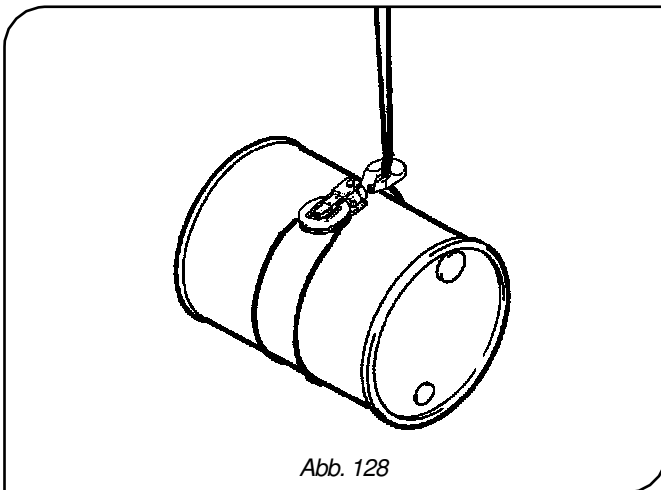

Abb. 128
- Verwenden Sie das Zugseil des E-Zugs **NIE** zum Befestigen der Lasten (Abb. 128).